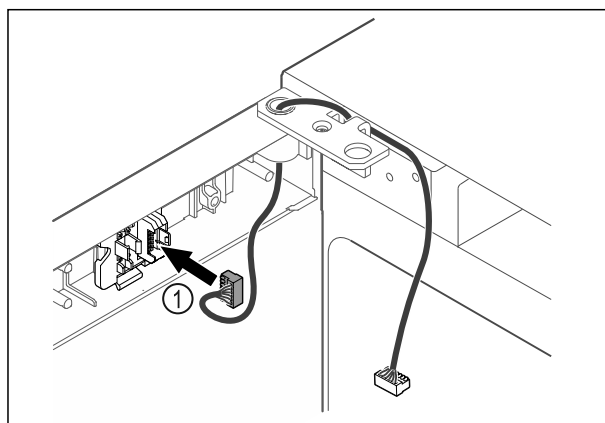

Fig. 49
- ▶ Utaknite utikač Fig. 49 (1) u držač utikača.